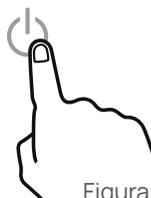

Figura 1
- Presione el botón ON/OFF (Figura 1) para encender el aparato.